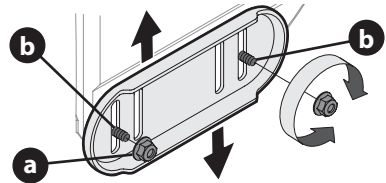

Figura 47
1. Afloje las cuatro tuercas hexagonales (a) (dos en cada lado) y los pernos del carro (b). Mueva las zapatas antideslizantes a la posición deseada (Figura 47).
NOTA: Las zapatas antideslizantes de su soplador de nieve podrían verse ligeramente diferentes (y tener componentes diferentes) de los que se muestran en la Figura 47.